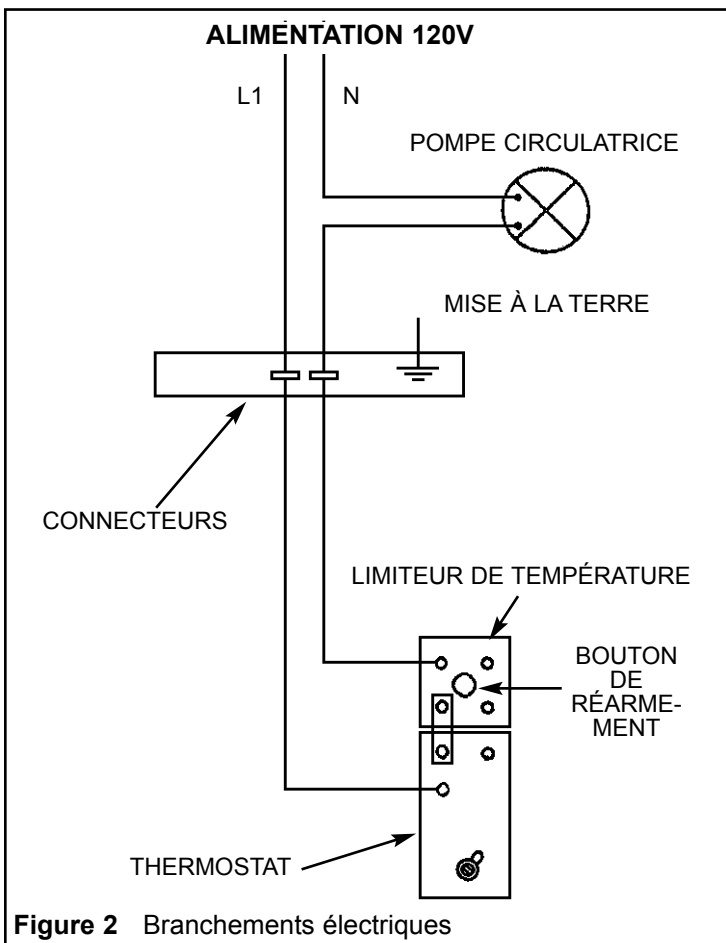

Figure 2 Branchements électriques
2. Branchez la pompe circulatrice au réseau tel qu'illustré à la Figure 2. Les conducteurs de ce chauffe-eau sont de calibre 14 AWG et possèdent une résistance thermique TEW 105°C. Si vous devez changer un fil électrique, n'utilisez que du fil de type TEW 105°C.